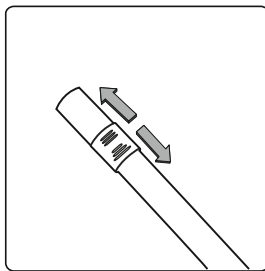

Рис. 12
3) Установите необходимую насадку на шланг. Регулятор воздушного потока позволяет изменять интенсивность всасывания пылесоса. Для достижения наилучших результатов уборки полностью закройте регулятор воздушного потока (рис. 12)